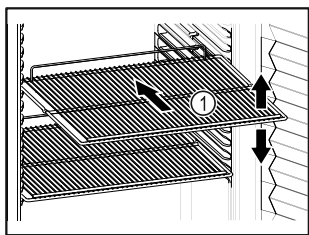

Fig. 55
- Če je odlagalna rešetka Fig. 55 (1) premična, jo prilagodite po višini.